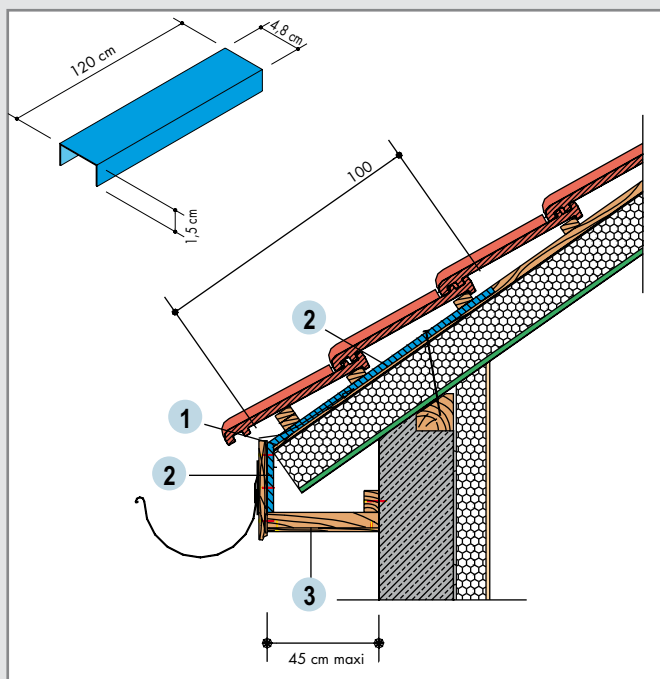

Fig. 10 : Égoût en débord avec habillage horizontal
- soit fixation du U métallique emboîté sur le contre-liteau (1U/panneau), plié verticalement pour rapporter la planche de rive. La partie inférieure du profil U métallique est fixée sur une entretoise solidaire du mur (fig. 10).